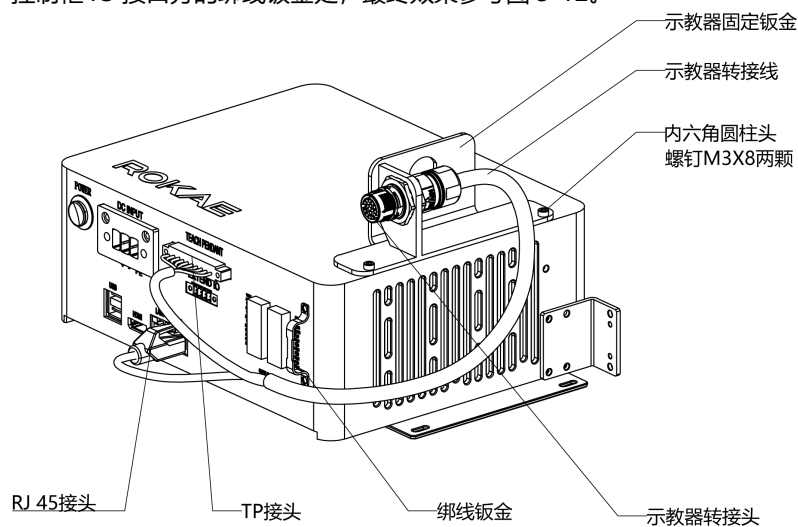
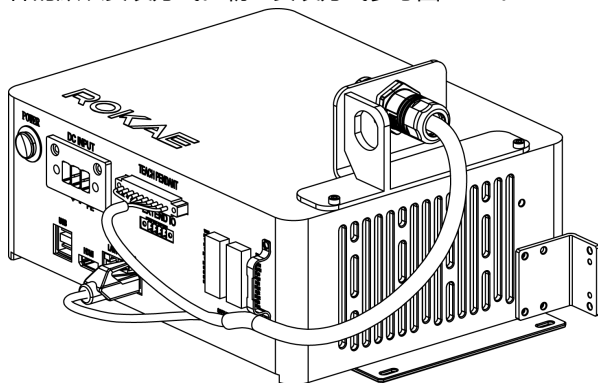

图 5-12 安装示教器转接线束
图 5-14 示教器固定钣金朝左安装示意图
(3) 将示教器转接线接头穿过钣金，并用活动扳手将示教器转接头的螺母拧紧，使示教器接头固定在钣金上面。如下图 5-12 所示。
(4) 教器转接线的 xPad 接头和控制柜的 TEACH PENDANT 接口（原 xPad 接口）和 LAN2 接口对插（注意接口，请勿插错），并用扎带将插头附件的线束固定在控制柜 IO 接口旁的绑线钣金处，最终效果参考图 5-12。
(5) 将示教器上的线缆接头，与图 5-12 所示的示教器转接头对插并锁紧，即可正常使用示教器。示教器连接示意图如下图所示。
此套方案只针对选配有示教器转接线套件的用户使用。其中示教器转接插头提供两种安装方式，分别为朝前和朝左两种安装方式。图 5-12 展示的为朝前安装方式，也是示教器转接线套件的默认安装方式。朝左安装方式参考图 5-14。